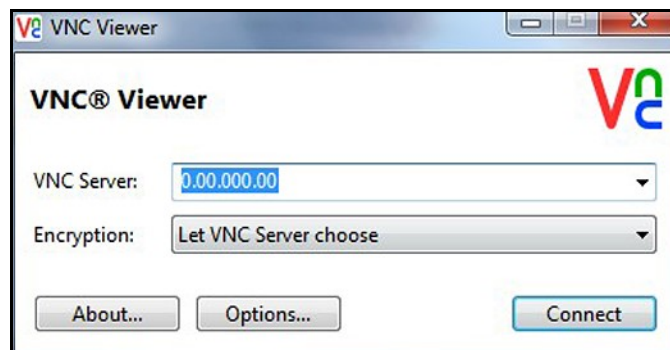

Figura 74: A tela Visualizador de VNC
5. No PC, vá para o website **RealVNC** e faça o download do *Visualizador do VNC*. Em seguida, inicie o *Visualizador VNC* e insira o *Endereço IP* gravado do moisture.IQ quando solicitado (veja a *Figura 74* abaixo). Clique no botão **Conectar**.